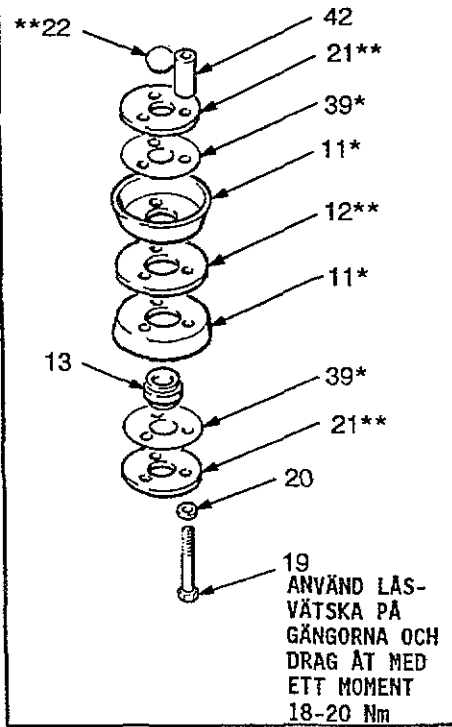

Fig. 1
## Demontering (se fig 1)
### Atermontering (se fig 1)
2. Om det var nödvändigt att demontera kolvstången, så skall den övre och den nedre gaveln (27,10) och justerskruven (23) återmonteras i kolvstången (8). Kontrollera att låsstiftet i nylon (2) sitter på plats i den övre gaveln (27). Skruva justerskruven genom den nedre gaveln tills den sticker ut så mycket som mäts upp i punkt 12 **Demontering**.
3. Sätt på plats hangland (6\*), V-packningarna (25\* och 5\*) först en V-packning i UHMWPE därefter en V-packning i läder, en V-packning i UHMWPE, en V-packning i läder och en V-packning i UHMWPE, och ett hongland (26\*) i pumphuset (24) som visas på detalj A i fig 1. Montera V-packningarna en i taget med läpparna vända nedåt.
4. Sätt tätningen (7\*) på plats i pump-huset (24). Sätt packningsmuttern/smörjkoppen (1) på plats utan att dra åt. För in kolvstången i botten på pumphuset och tryck upp den tills den övre gavelns gängor (27) är i jämnhöjd med övre kanten på packningsmuttern.
5. Återmontera kolven genom att placera en bricka (20) på var och en av de tre skruvarna (19). Lägg en kolvbricka (21) och packning (39\*) ner över de tre skruvarna. Placera kolvens ventilsåte (13) i centrum på kolven så att dess fals bottnar på packningen (39). Fortsätt att lägga delarna på plats på skruvarna (19) i följande ordning: Koppackningen (11\*) *vänd nedåt*, stödbricka (12), koppackning (11\*) *vänd uppåt*, kolvpackning (39\*) och kolvbricka (21). Placera kolvens kula (22) på såtet (13), se detalj B i fig 1.
6. Placera en distanshylsa (42) på var och en av de tre skruvarna (19). Använd låsvätska på skruvarna och skruva in kolven i den nedre gaveln (10). Drag åt skruvarna (19) med ett moment av 18-20 Nm.
7. Styr försiktigt in cylindern (9) över kolven och kolvstången tills den bottnar i pumphuset (24).
8. Använd låsvätska på gängorna och skruva in bottenventilen (16) i bottenventilhuset (14). Sätt tätningen (17\*) på plats på bottenventilhuset.
9. Placera bottenventilens kula (15) på såtet i bottenventilen (16). Sätt kulans stoppinne (18) på plats i samma hålpar som tidigare. För att justera kulspelet, se **Justering av kolv- och bottenventilerna**.
10. Fetta in stagbultarna (30) och placera en låsbricka (31) på var och en. Montera stagbultarna genom bottenventilhuset (14) och upp in i pumphuset (24). Drag åt korsvis med ett moment av 22-25 Nm.
11. Drag åt packningsmuttern/smörjkoppen (1) med ett moment av 22-25 Nm, drag inte för hårt för då kan packningarna skadas. Återmontera pumpdelen till luftmotorn som beskrives i den separata skötselinstruktionen för pumpen. Återanslut jordledningen om den togs bort under demonteringen.
12. Fyll smörjkoppen (1) till 1/3 med Graco TSL olja för maximal livslängd på halspackningarna. Återanslut färg- och luftslangarna.